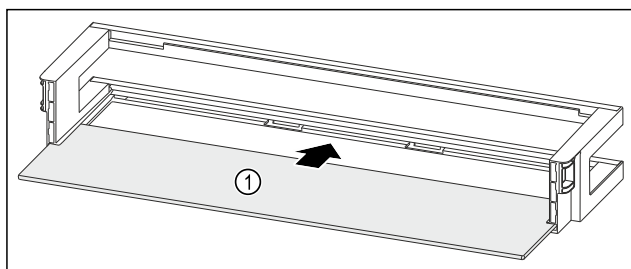

Fig. 66 Balconcino controporta con ripiano
- Inserire il ripiano Fig. 66 (1) negli incavi laterali.